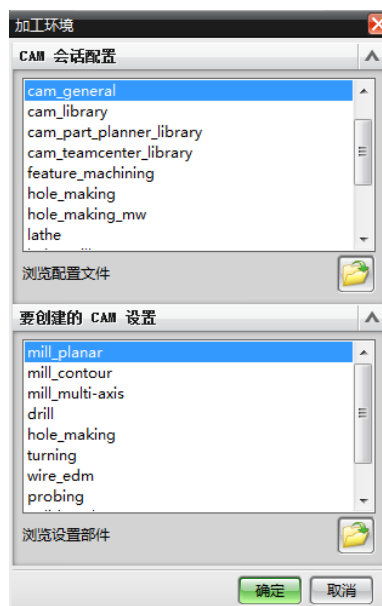

图 2-1 加工环境设置
1、打开 NX6.0 软件，点击开始、所有应用模块、加工按钮，弹出加工环境设置对话框，设置加工环境如图 2-1 所示，然后点击确定确定，进入加工模块。